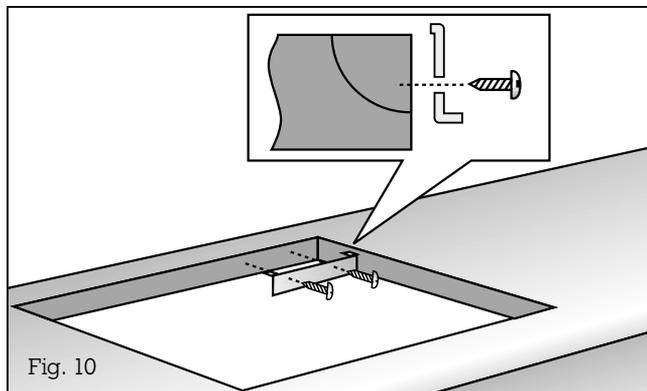

Fig. 10
– **Repérez avec précision** le milieu de la découpe. Fixez le rail de fixation à l'arrière de la coupe (Fig. 10). Faites en sorte que le rail appuie correctement sur le plan de travail et que le repère du milieu du rail coïncide parfaitement avec le milieu du plan de travail.